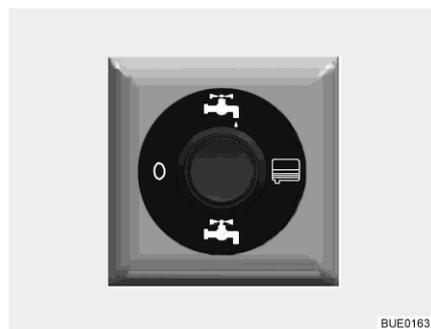

Fig. 173 Commutateur de commande du robinet de vidange à commande électrique
- Appuyer sur la partie supérieure du commutateur de commande (Fig. 173). Les eaux usées sont évacuées.
- Appuyer sur la partie inférieure du commutateur de commande (Fig. 173) une fois que les eaux usées se sont complètement écoulées.
- Placer le commutateur de commande (Fig. 173) en position "0" (hors circuit).